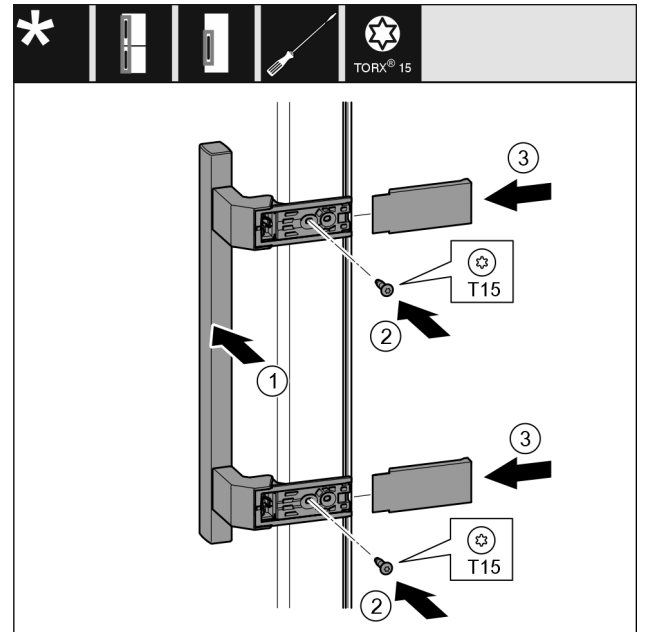

Fig. 47
- ▶ Griff Fig. 47 (1) auf der Gegenseite ansetzen.
- ▶ Schrauben Fig. 47 (2) mit Schraubendreher festschrauben.
- ▶ Abdeckungen Fig. 47 (3) seitlich ansetzen und aufschieben.